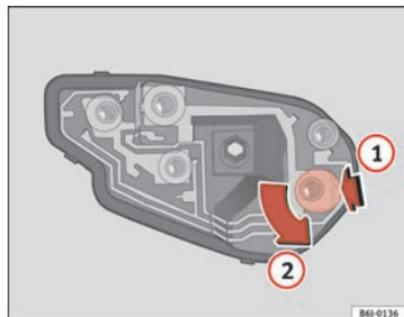

Fig. 146 Remplacer les ampoules des feux arrière
- Une fois le porte-lampes retiré, appuyer vers le bas dans le sens de la flèche 1 et tourner simultanément dans le sens de la flèche 2 ⇒ fig. 146. ■